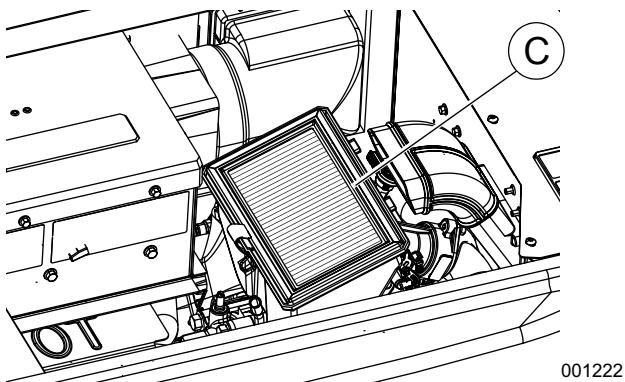

Figure 4-11. Retrait du filtre à air
3. Voir la **Figure 4-11**. Retirez le filtre à air usagé (C), et jetez-le.